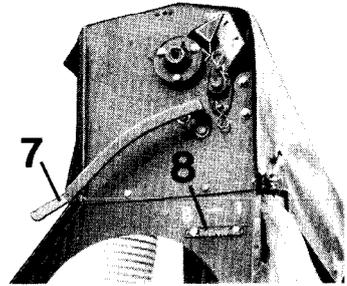

Fig. 29
7. Bodenklappen ganz öffnen, indem man die Bodenklappenhebel (Fig. 29/7) über den Einstellbereich (Fig. 29/8) hinausführt.